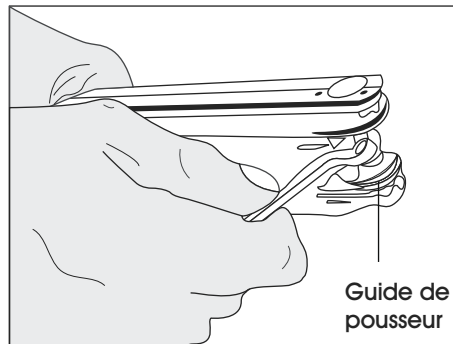

Figure 25
6. Desserrez la tige à l'aide d'une clé oblique 6 mm et retirez les guides de pousseur. Retirez le pousseur. (Voir Figure 25)